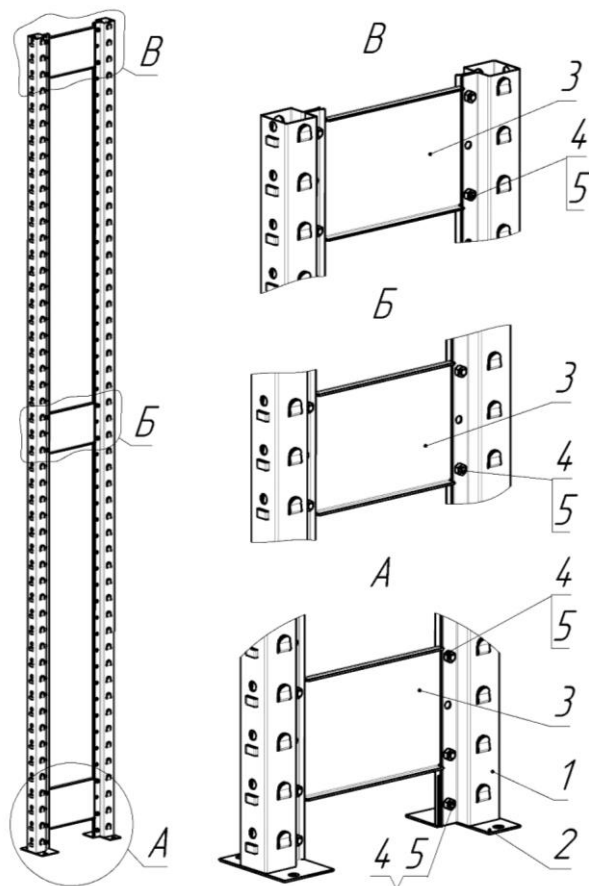

Рис. 2 – Схема сборки рамы стеллажа серии САМус
- 3.2. Сборка рамы стеллажа (рис. 2). (Комплектация рамы производится согласно таблицы 1)